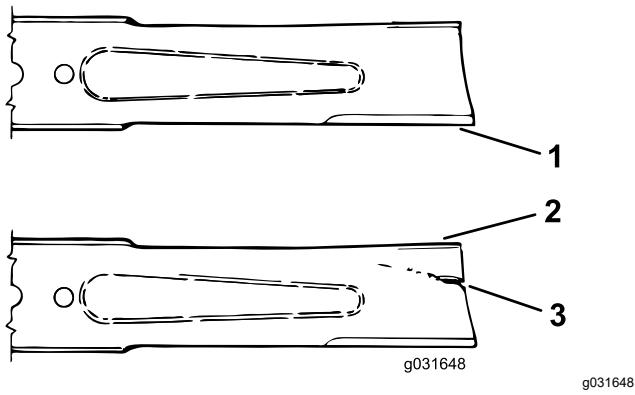

Figura 73
3. Verificate accuratamente i taglienti, con particolare attenzione ai punti d'incontro delle sezioni piatta e curva della lama (**Figura 73**).